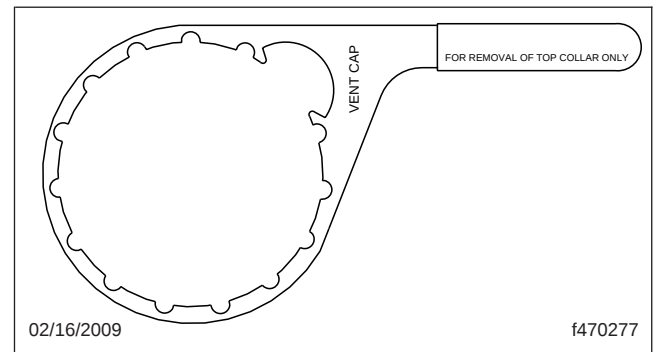

Fig. 24.3, Clé pour collier DAVCO
4. À l'aide d'une clé pour collier DAVCO (figure 24.3), retirez le couvercle transparent et le collier.